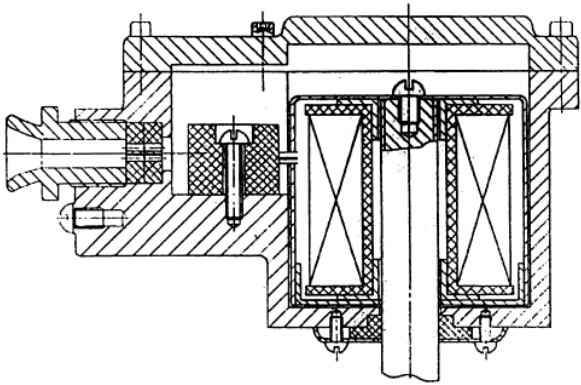

图 4
- 3、阀门的开通时间达 12 小时/天以上，请选用常开式电磁阀。当使用环境周围有易燃易爆品，请选用防爆型电磁阀。（防爆型结构如图 4）